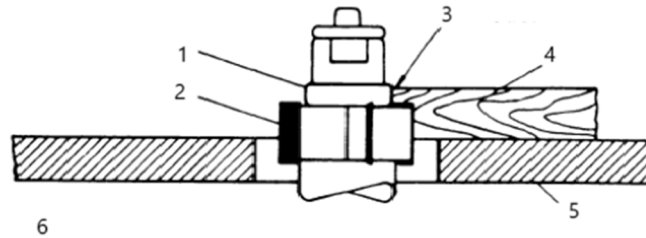

Figura 5
4. La figura 5 ilustra una superficie de apoyo suficiente.